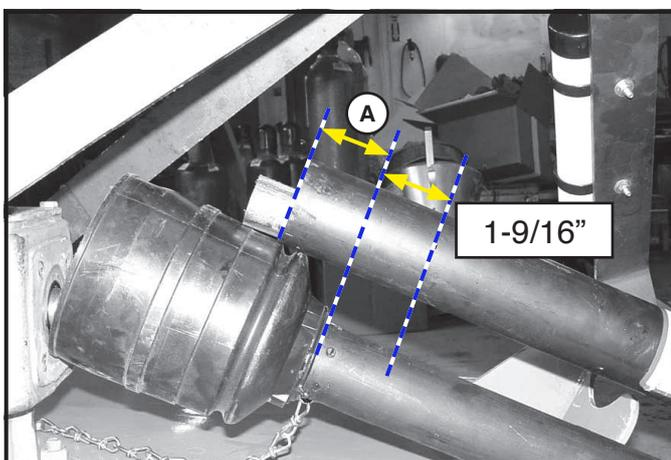

Figura 8. Determine o Comprimento da Proteção
4. Meça desde o extremo da proteção superior até a base da coifa na proteção inferior (A). Acrescente 1-9/16" (3,9 cm) à dimensão (A). Veja a Figura 8.